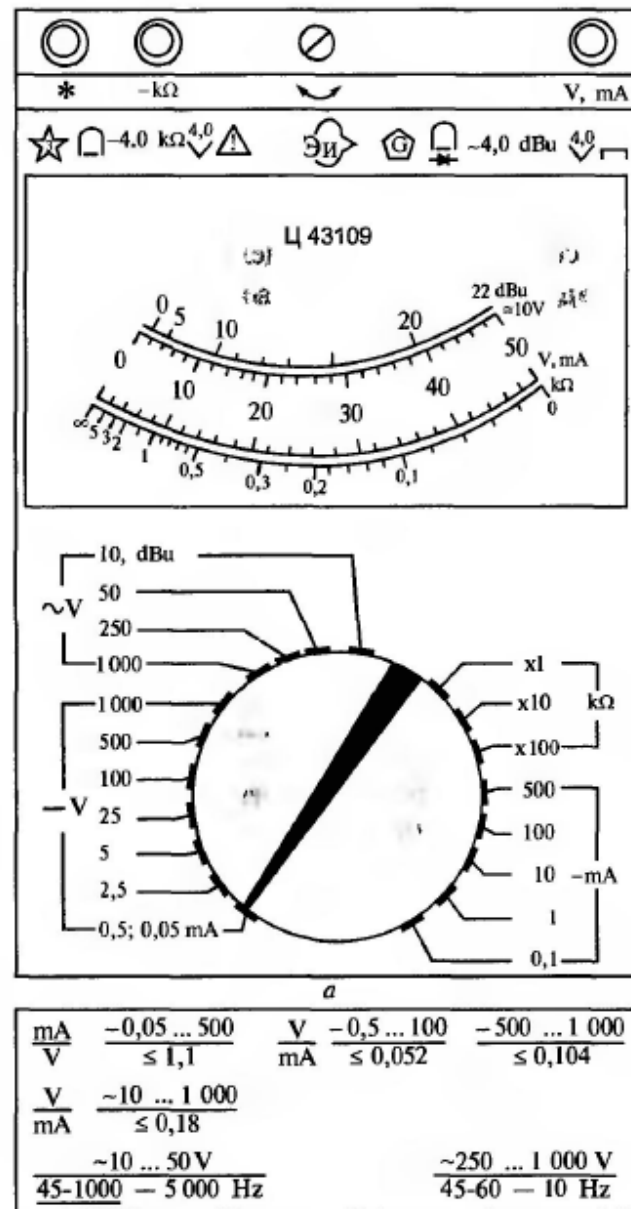

Рис. 4.8. Изображение лицевой панели мультиметра Ц43109 и данные, указанные на его задней панели
4.23. Для показанного на рис. 4.8 прибора определить: